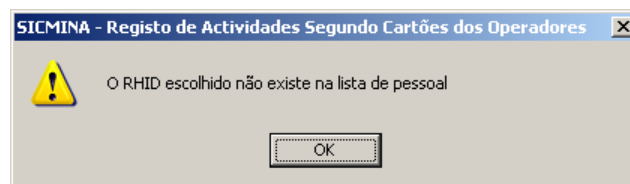

Figura 7-42 Mensagem de aviso referente à tentativa de selecção de um operador não existente.
I) O campo RHID pode ser preenchido seleccionando directamente o número na lista *Combo Box* ou escrevendo directamente o número RHID do operador. Se o número escolhido não existir na lista de operadores aparece a mensagem de aviso da figura 7-42.